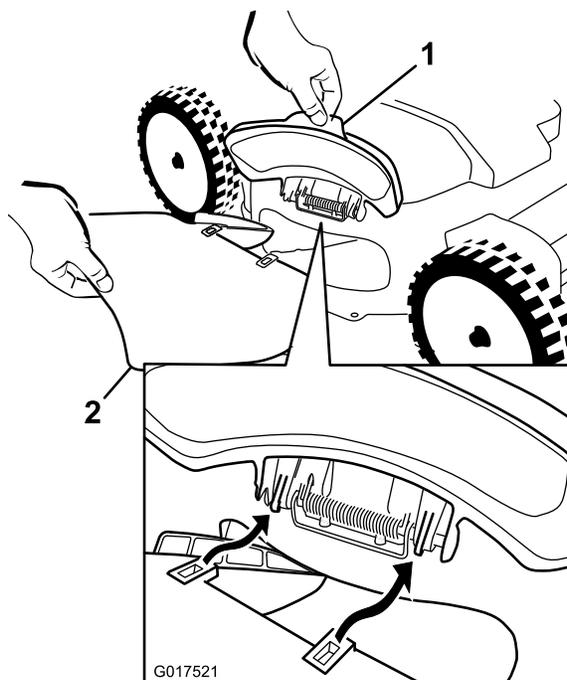
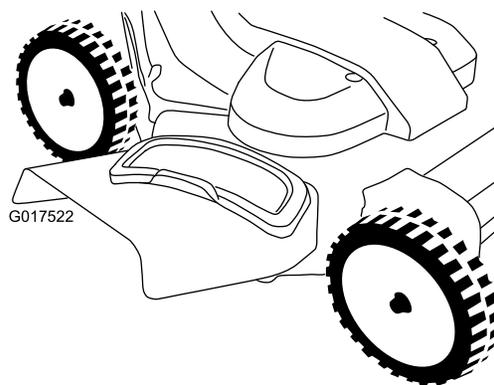

Рисунок 27
Рисунок 28
2. Установите боковой желоб для выброса, как показано на Рисунок 27 и Рисунок 28, и закройте отражатель на желобе.